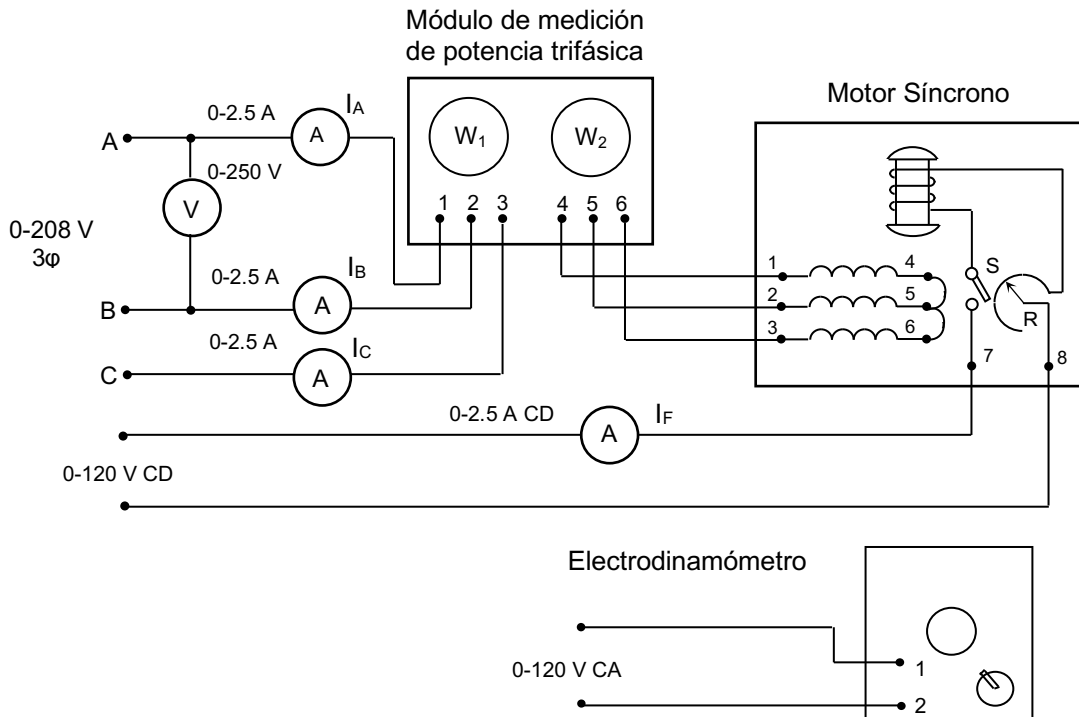

Figura. No. 1. El motor síncrono
- a).- Conecte el circuito mostrado en la figura No. 1 en donde los devanados del estator de la máquina síncrona están conectados a través del módulo de medición de potencia trifásica (*2 wáttmetros*) a la salida trifásica fija de 208 V CA de la fuente de alimentación. Observe que el campo del motor se conecta a la salida variable 0-120 V CD, y que el electrodinamómetro se alimenta con una tensión fija de 120 V CA.